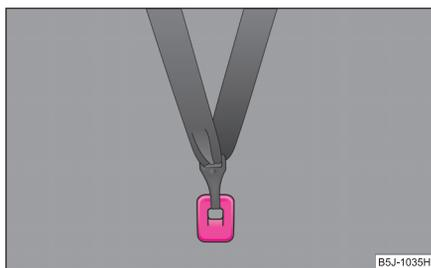

Abb. 133 Rücksitz: Top Tether
Bei Fahrzeugen mit geteilten Rücksitzen\* sind für die Erhöhung der Sicherheit der beförderten Kinder die Sitze mit dem Befestigungssystem „Top Tether“ ausgestattet ⇒ Abb. 133.
- Befestigen Sie die Kindersitze mit dem „Top Tether“-System nur an den dafür vorgesehenen Stellen ⇒ Abb. 133.